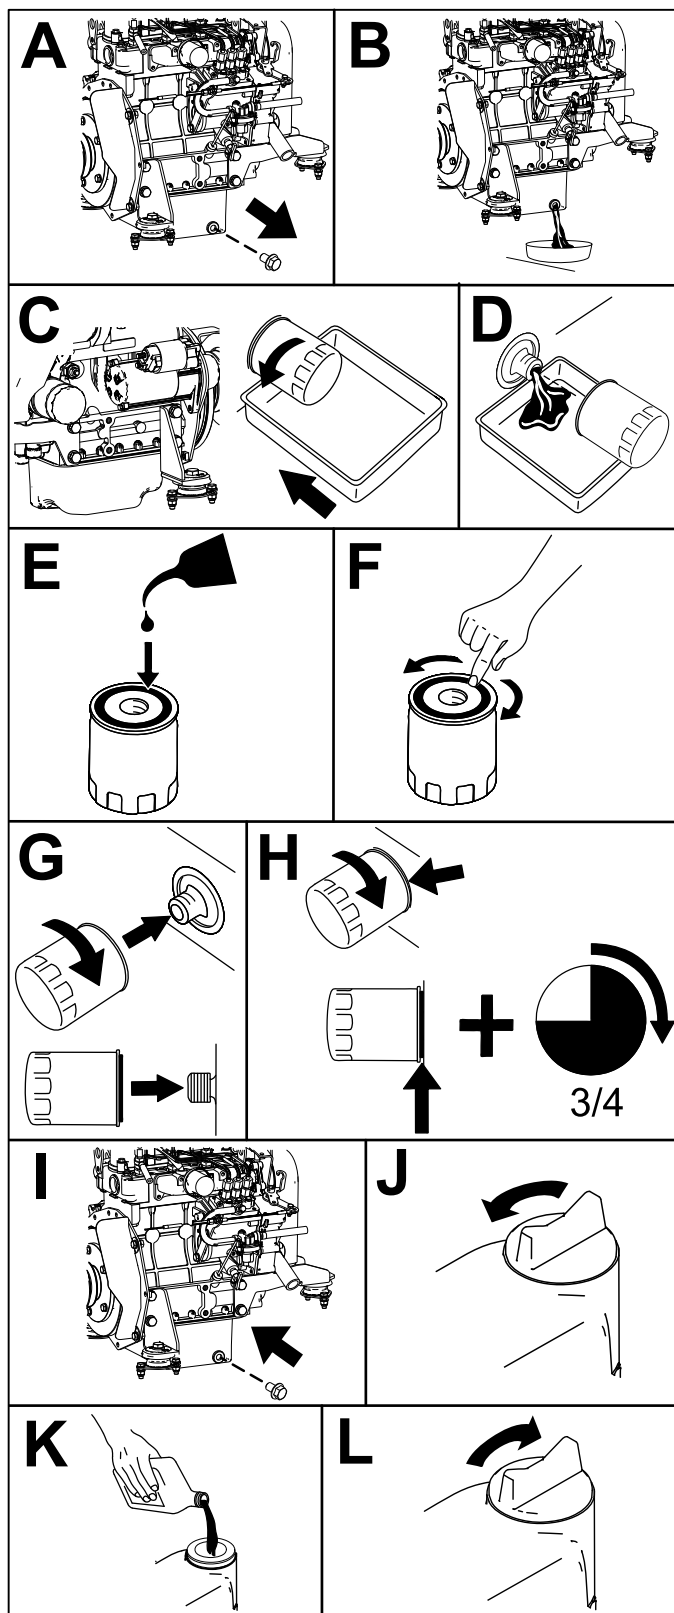

Figura 57
6. Cambiate l'olio del motore e il filtro dell'olio del motore come illustrato nella Figura 57.